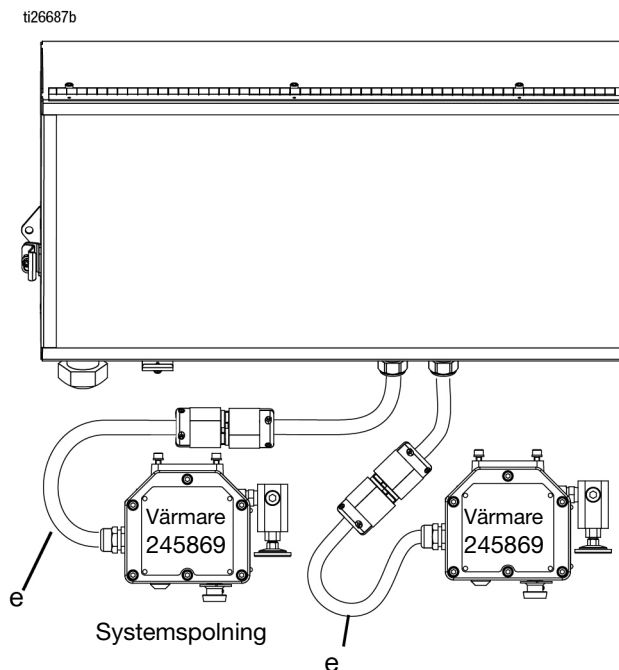

FIG. 16
- e. **För modeller som inte är avsedda för farliga miljöer**, anslut värmarens strömsladdar (e) för tankvärmaren och spolvärmaren. Se FIG. 16.